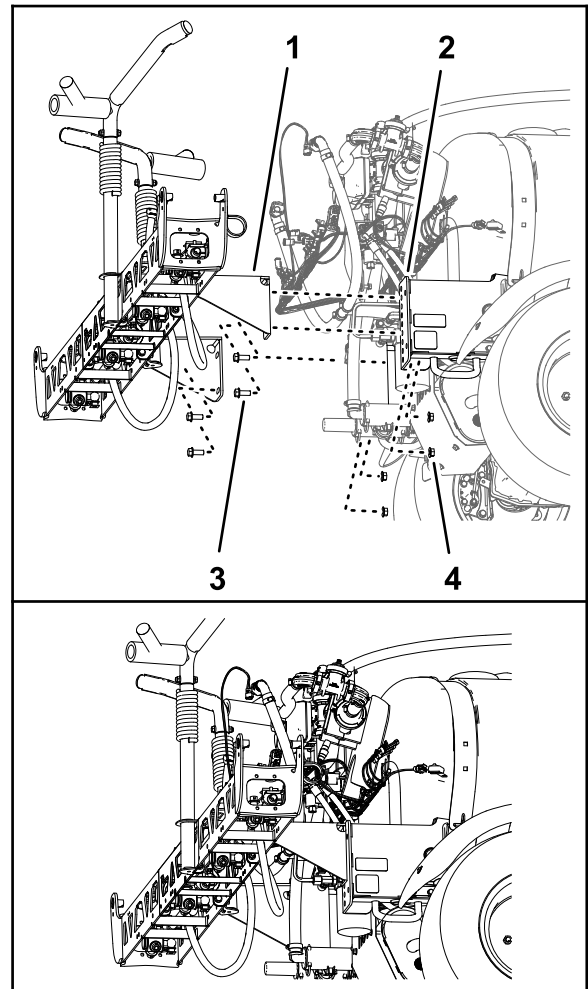

Figura 95
1. Utilizzando l'attrezzatura di sollevamento della capacità specificata, sollevate la sezione di irrorazione centrale e allineate i fori nella staffa di supporto per la sezione di irrorazione (Figura 95) con i fori nella piastra di montaggio per il telaio della macchina che avete individuato al passaggio 3 di Rimozione della sezione di irrorazione centrale (pagina 26).
2. Montate la sezione di irrorazione centrale sui profilati di montaggio (Figura 95) con i 4 bulloni a testa flangiata ($\frac{1}{2}$ " x $\frac{1}{4}$ ") e 4 dadi di bloccaggio flangiati ($\frac{1}{2}$ ") che avete rimosso al passaggio 4 di Rimozione della sezione di irrorazione centrale (pagina 26).